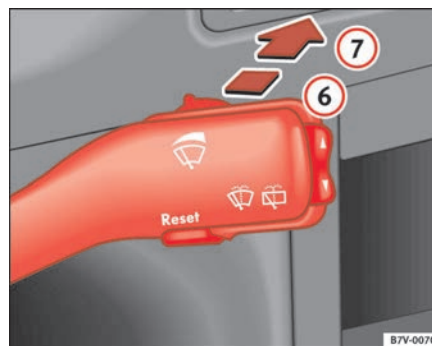

Abb. 80 Scheibenwischer- und Scheibenwischerhebel: Heckscheibenwischer
- Drücken Sie den Hebel nach vorne in Raste ⇒ Abb. 80 ⑥. Der Wischer arbeitet etwa alle 6 Sekunden. ▶
- Drücken Sie den Hebel ganz nach vorne in die Position ⇒ Seite 120, Abb. 80 **7**. Die Waschautomatik für die Heckscheibe schaltet sich sofort ein, wogegen die Wischautomatik etwas verzögert aktiviert wird. Beide Funktionen sind in Betrieb, solange der Hebel sich in dieser Stellung befindet.